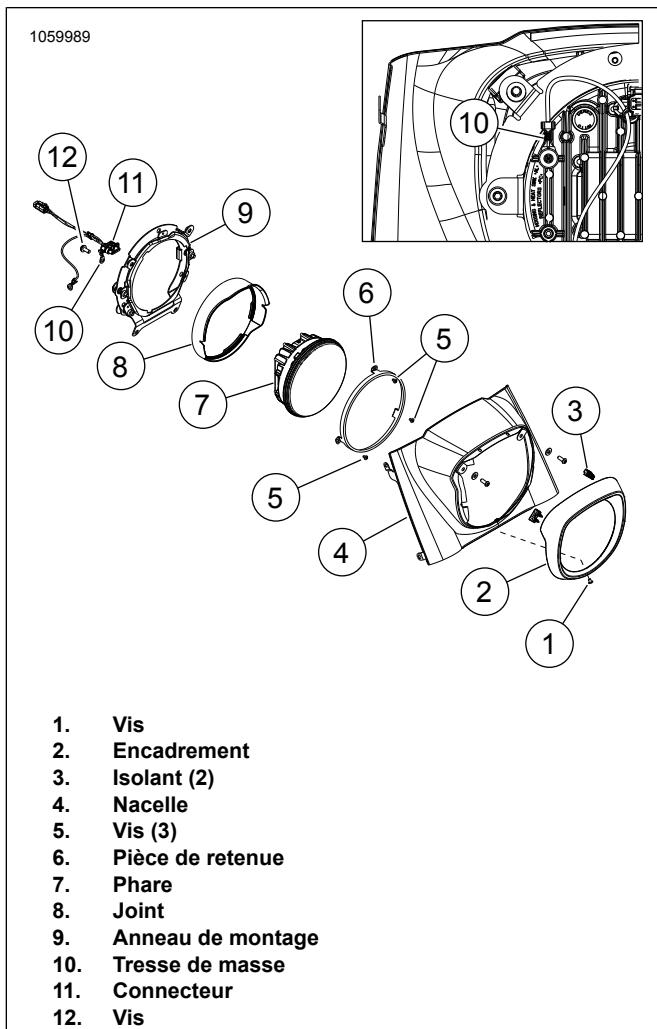

Figure 5. Phare monté sur la nacelle
1. Voir la figure 5. Déposer le phare (7). Consulter le manuel d'entretien.
2. Retirer le conducteur de masse (10). La mettre au rebut.
1. Voir la figure 5. Poser le phare (7). Consulter le manuel d'entretien.